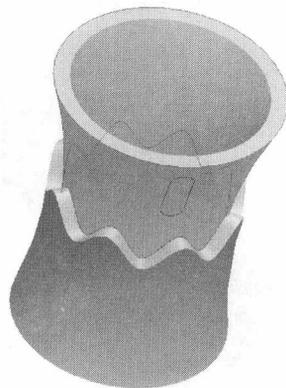

图1-19
- (1) 按住 **Ctrl** 键选择模型上部外表面，如图 1-19 所示。
- (2) 选择菜单命令【编辑】/【复制】。
- (3) 选择菜单命令【编辑】/【粘贴】。
- (4) 单击鼠标中键完成复制操作。